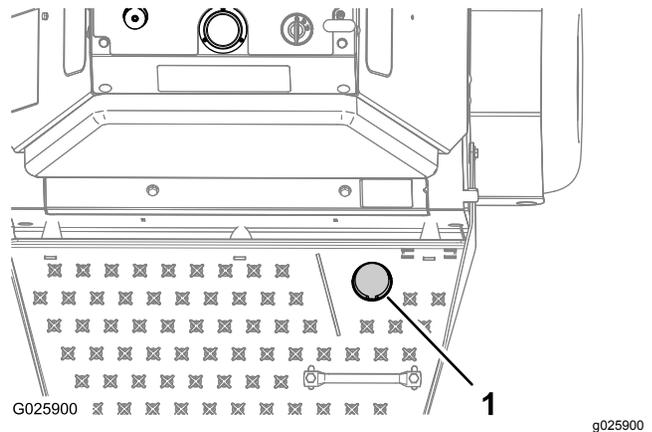

Figura 18
2. Pise el interruptor de elevación de los taladros para bajar los taladros (Figura 18).
3. Pise el interruptor y mueva las palancas de control de movimiento hacia adelante para airear (Figura 18).
Para elevar los taladros, quite el pie del interruptor de elevación de los taladros (Figura 18).